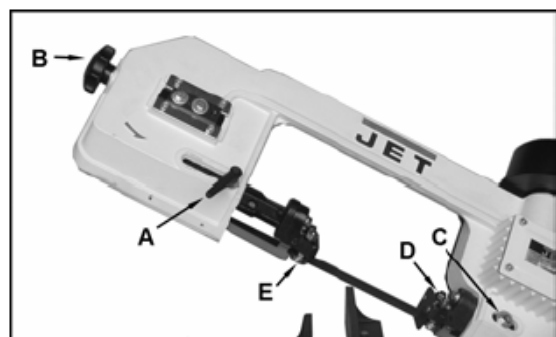

Рис.8
Вращайте ручку натяжения полотна (В, Рис.8), пока не достигнете необходимого натяжения.
Ослабьте направляющую рукояткой (А, Рис.8) и переместите опорный узел (Е) как можно ближе к отрезаемой заготовке.
Ослабьте гайку (С, *Рис.8*) и переместите опорный узел (D) как можно ближе к отрезаемой заготовке.
Если Вы вращаете резьбовой штифт (В, *Рис.8*) по часовой стрелке, ленточное полотно подходит к буртику шкива.